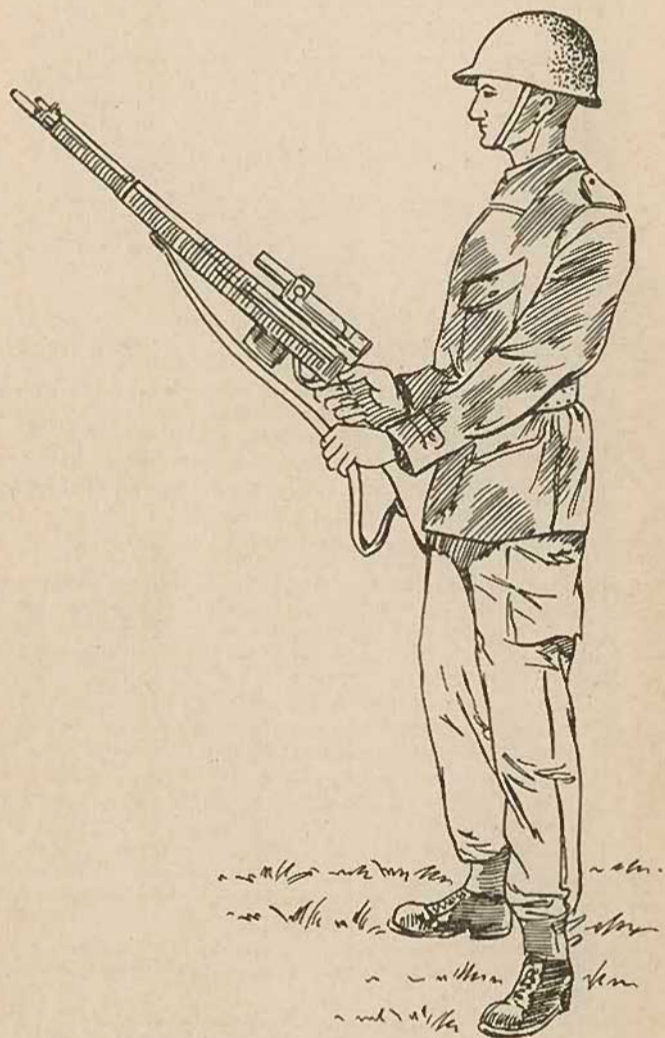

Fig. No 90 - (voir texte § 89 a)
- a. Dégager la boucle inférieure de la bretelle de façon à ce qu'elle pende librement (voir fig. No 90).